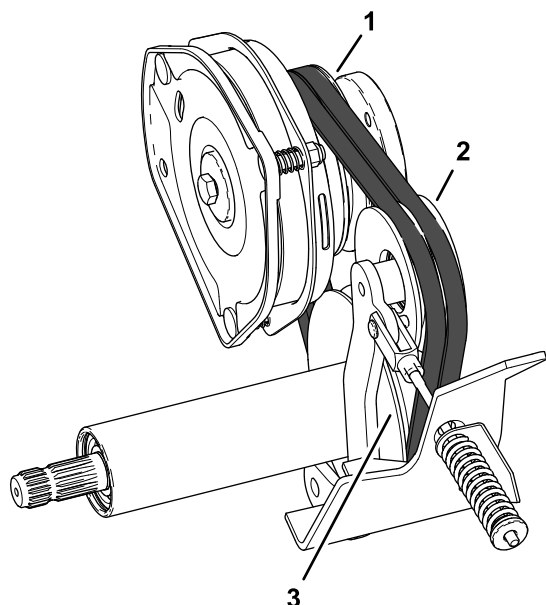

Figura 94
1. Allineate le cinghie della PDF sulle pulegge (Figura 94).